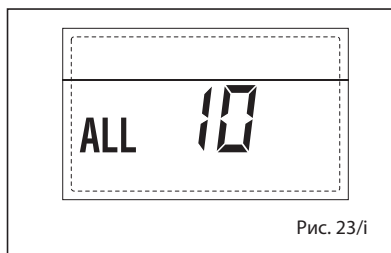

Рис. 23/i
– **СРАБАТЫВАНИЕ ДАТЧИКА ДЫМОВ, «ТРЕВ. 13» (рис. 23/l)**